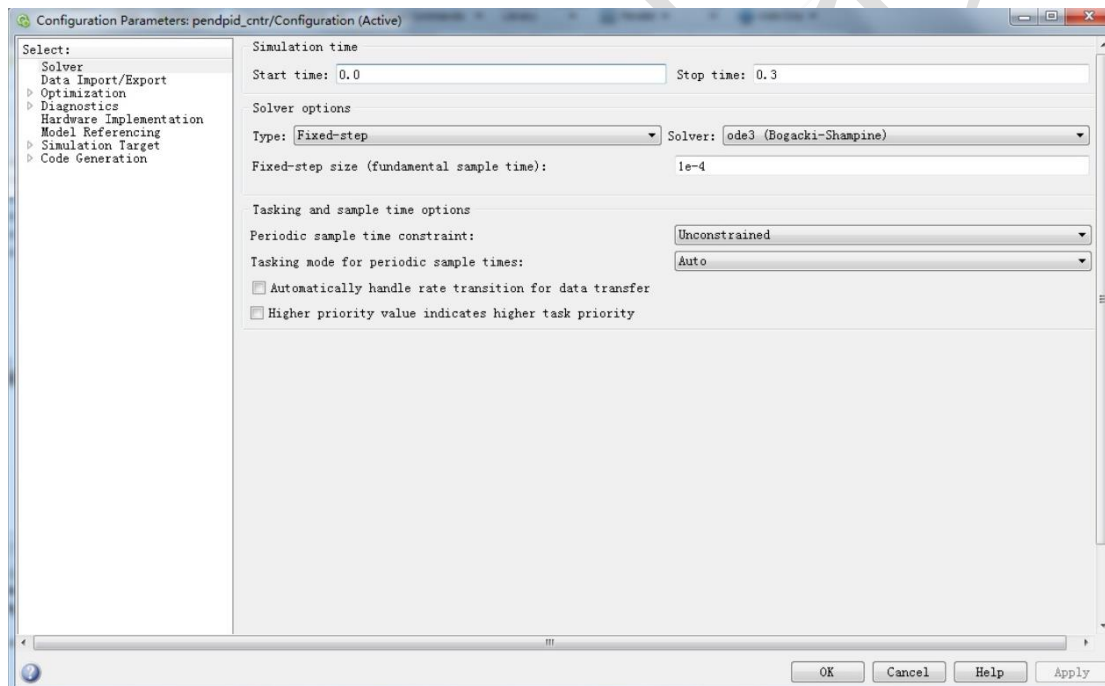

图 4.8 仿真参数
3. 设置 **Start time** 为 **0.0**，**Stop time** 为 **0.3**，选择 **Type** 为 **Fixed-step**，**Solver** 为 **ode3 (Bogacki-Shampine)**，如图 4.8 所示。